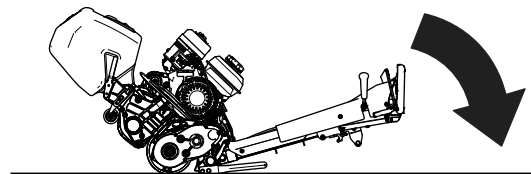

Bild 4
1. Um an das Schneidwerk zu gelangen, senken Sie den Griff der Zugmaschine auf den Boden ab (Bild 4).